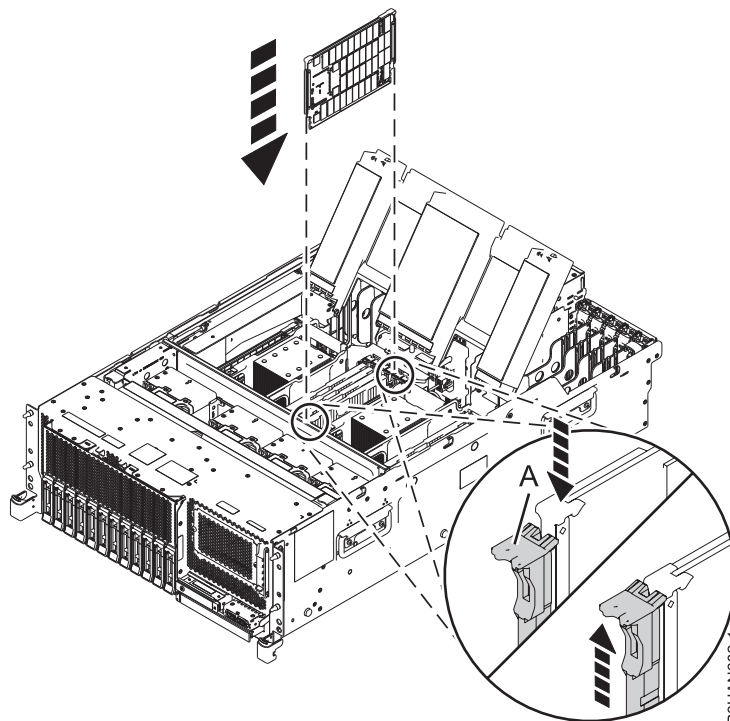

Figura 3. Instalar ou substituir um módulo de memória no sistema 8247-42L, 8286-41A ou 8286-42A
5. Prima o módulo de memória firmemente para a ranhura até a patilha de bloqueio (A) encaixar. Consulte a Figura 3.